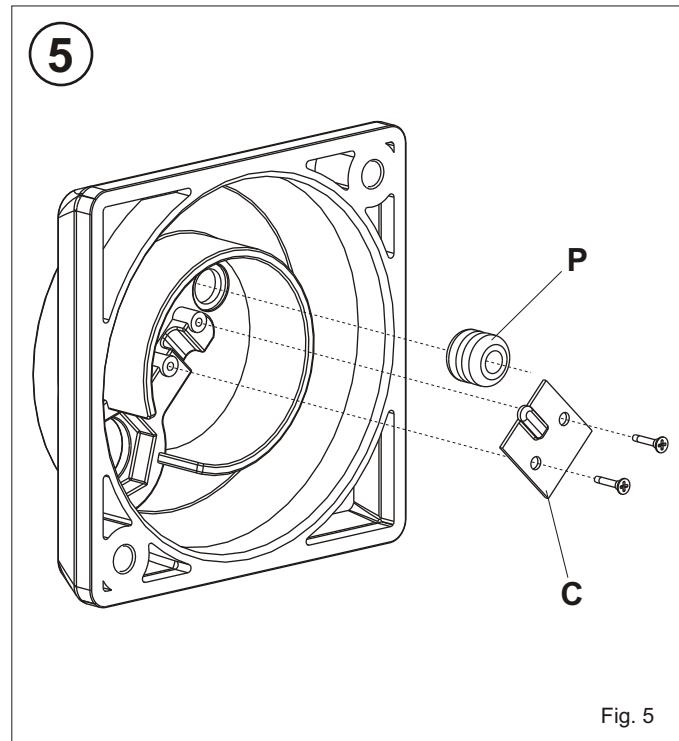

Fig. 5
I 5) Fissare il circuito elettronico (C) in dotazione con le viti sull'alloggiamento esistente e il passacavo (P) nell'apposito foro di passaggio cavo encoder (Fig. 5).
F 5) Fixer le circuit électronique (C) fourni avec les vis sur le logement existant et la galoche (P) dans le trou du passage du câble encoder (Fig. 5).
D 5) Die mitgelieferte Elektronikschaltung (C) mit den Schrauben auf der dafür vorgesehenen Position und die Kabelhülse (P) im Durchlass des Encoderkabels befestigen (Abb. 5).